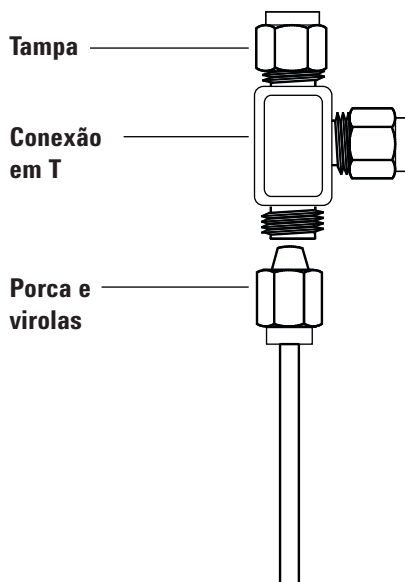

Figura 23 T Swagelok
- 1 Corte a tubulação onde quiser instalar o T. Conecte a tubulação e o T com uma conexão Swagelok. Consulte a Figura 23.